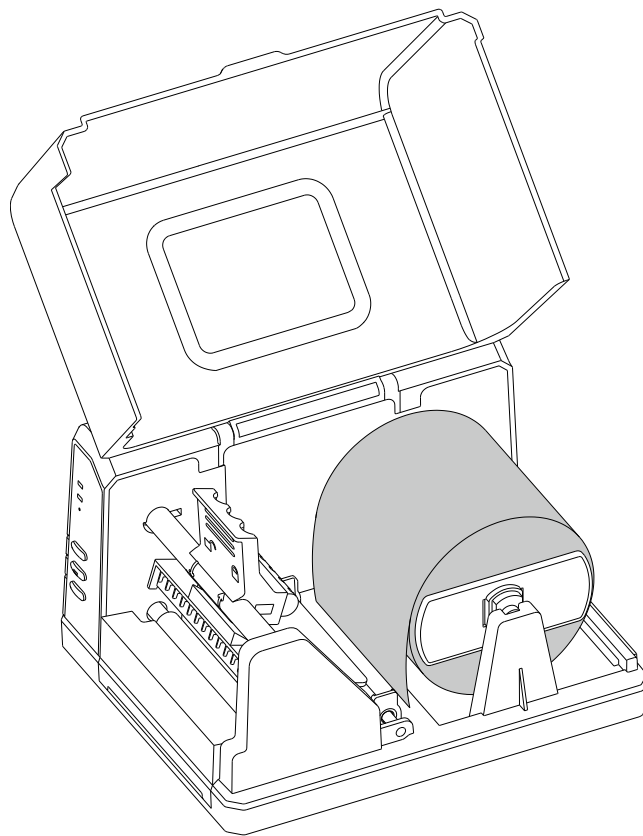

图 2-6
3. 将纸卷轴连同纸卷一起放入纸卷仓，按纸卷轴上的刻度将纸卷放置在中间位置，并将两个挡板靠紧纸卷，如图 2-6 所示。